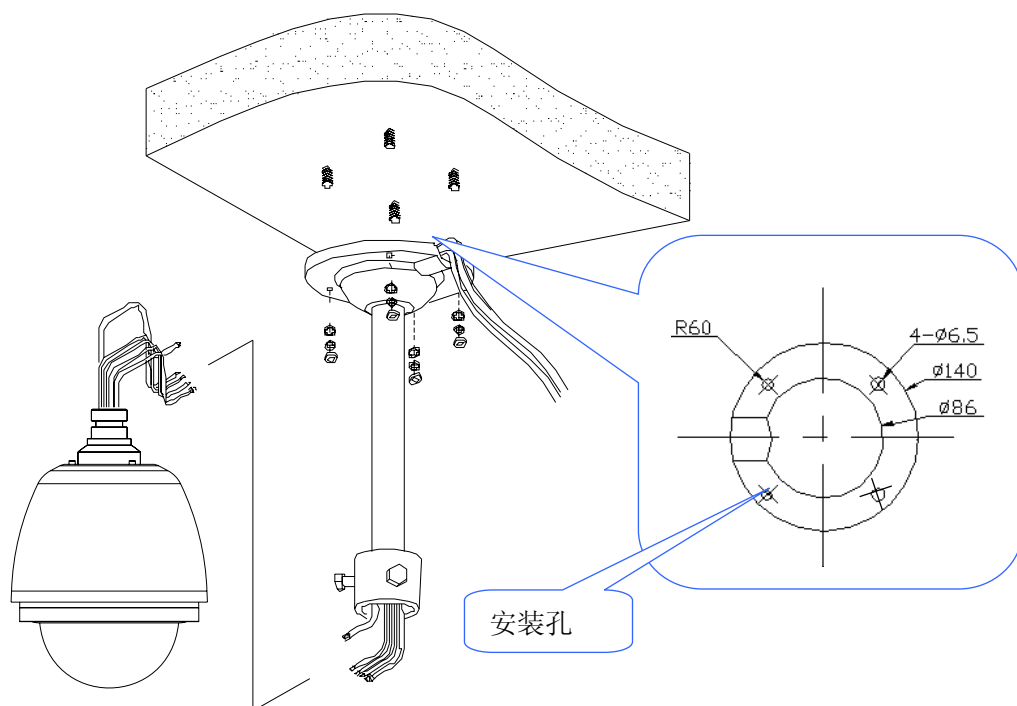

图 3-7
- 2) 将所需与球机的复合线缆穿过吊杆待连接，如图 3-7 所示。